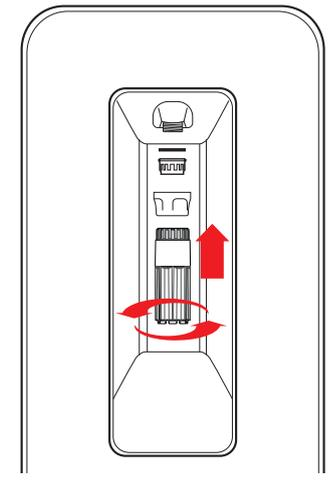

Fig. 1-18
35.1 – Staccare la spina di alimentazione elettrica dell'apparecchio. Svitare la ghiera di serraggio dell'ugello di erogazione con l'apposita chiave in dotazione fino al completo svitamento. Prestare attenzione a non perdere la capsula grigia del perlatore e la guarnizione ad anello, Fig. 1-18. Se la guarnizione non si stacca subito, verificare che sia rimasta all'interno della sede del raccordo lato apparecchio.